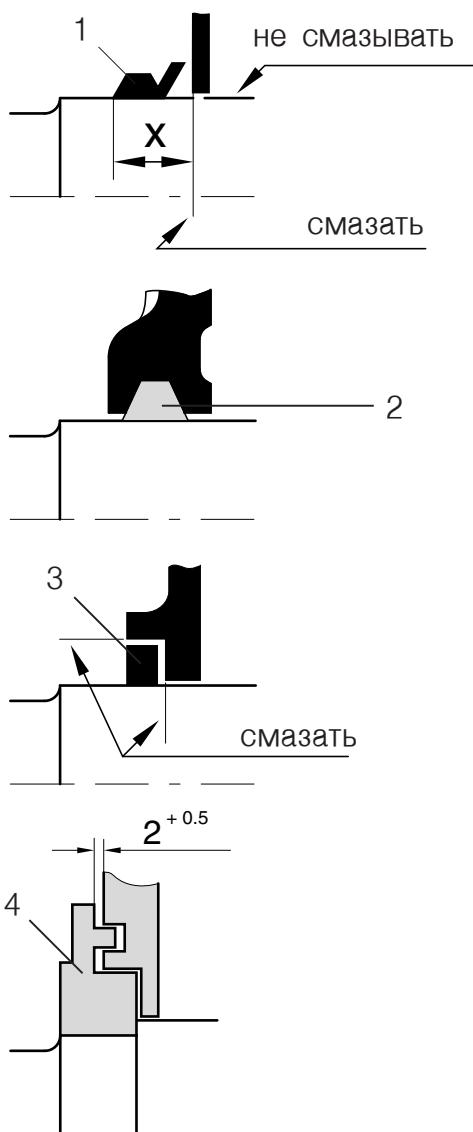

Рис. 11: 1 V-образное кольцо
5.4 Уплотнители подшипников (рис. 11)
- Перед вложением фетровых колец (2) в крышку подшипника пропитать их нагретым до 80° С высоковязким маслом.